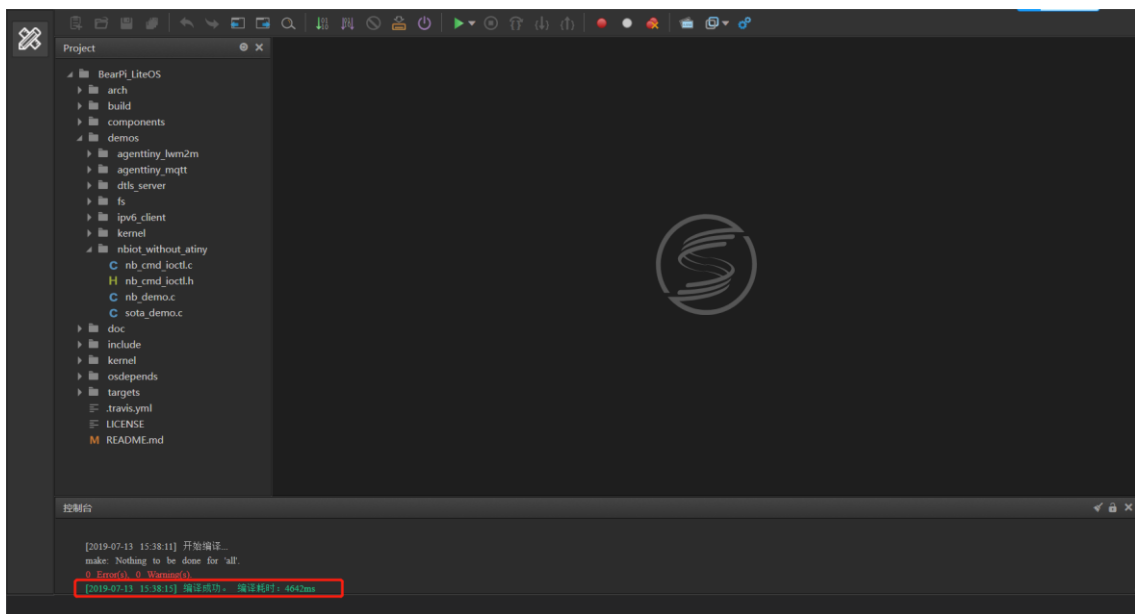

图 2-7 编译成功
**步骤2** 单击工具栏中的，对当前工程进行编译。编译成功后，在控制台输出面板中显示“编译成功”，如图 2-7 所示。